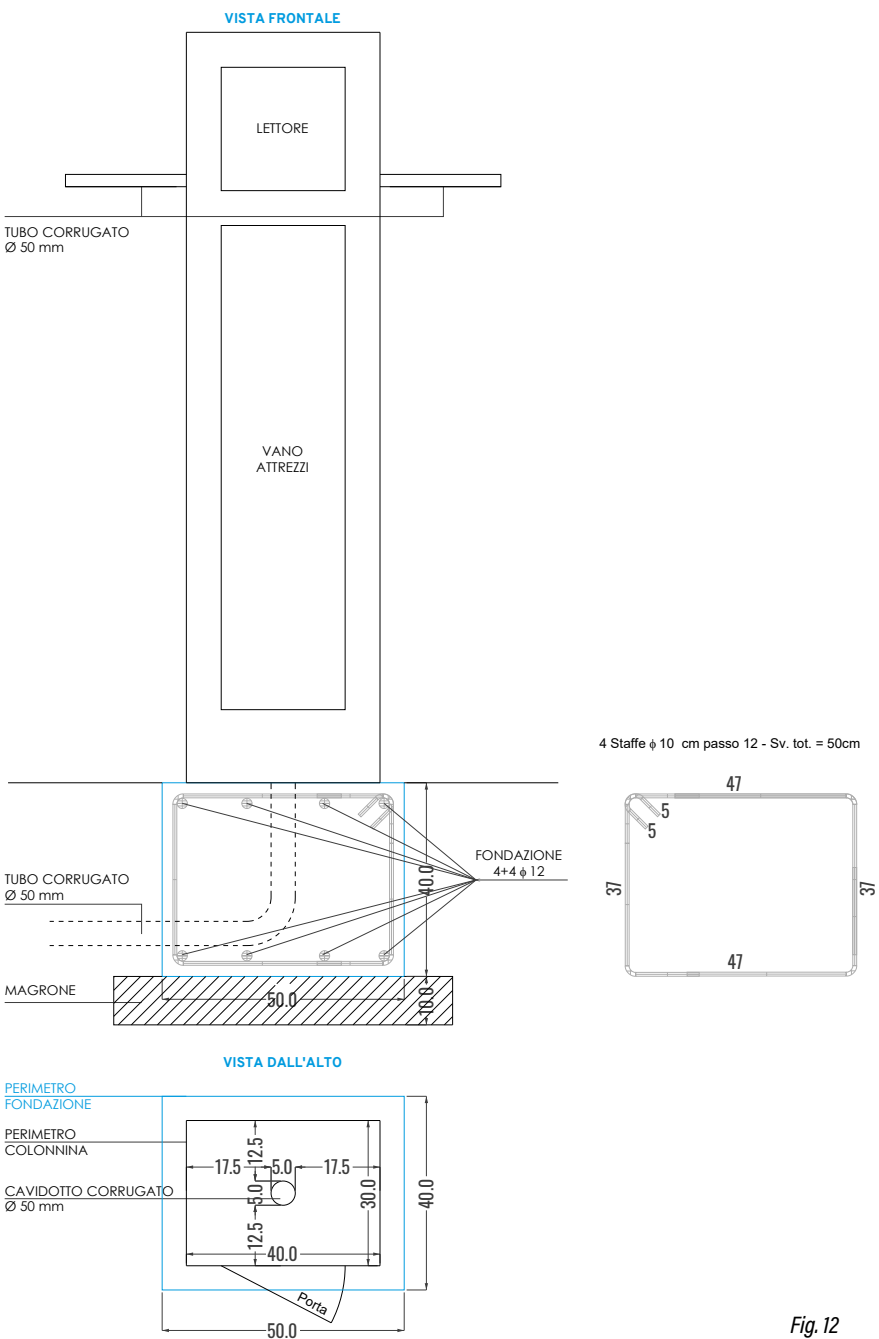

Fig. 12
1. Predisporre il basamento in calcestruzzo armato secondo le dimensioni e le specifiche indicate (Fig. 12) inserire il corrugato di diametro 50 mm al centro del basamento per il passaggio del cavo elettrico; la finitura superficiale dovrà essere perfettamente liscia e senza dislivelli.